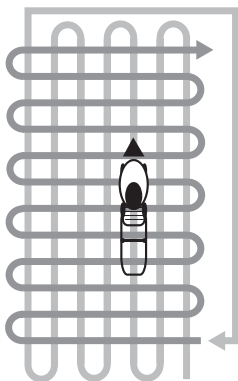

Рис. 12 Схема кошения высокой и/или загущенной травы
5. При кошении в тяжелых условиях (п.3,4) рекомендуется проводить повторный покос с меньшей высотой скашивания (Рис. 12).